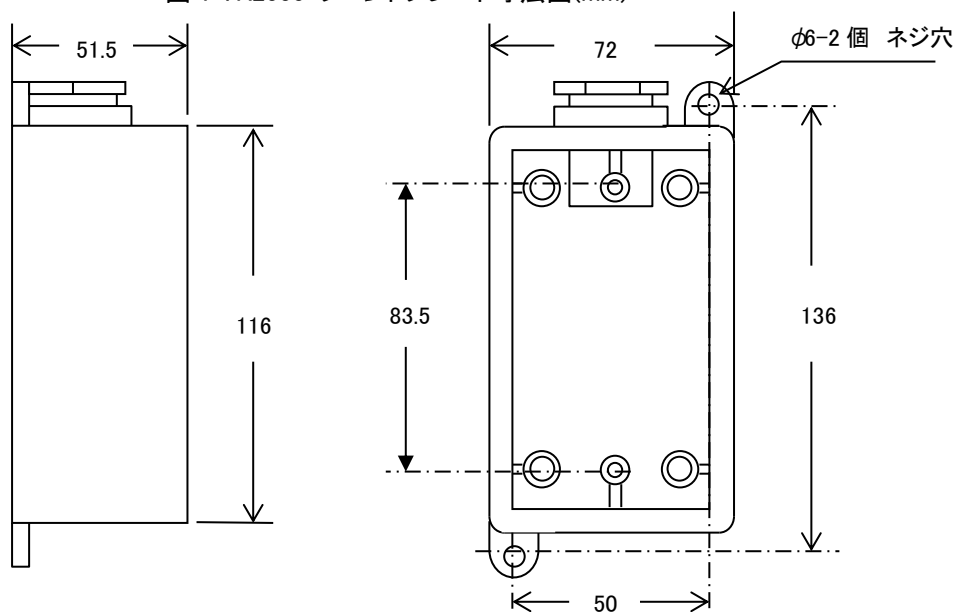

図 2 TR2000 埋込電気ボックス寸法図(mm)
- ① 埋込電気ボックスを壁に埋め込み 2 箇所のネジ穴を使用し、ネジで取付ます。(寸法図: 図 2 参照)